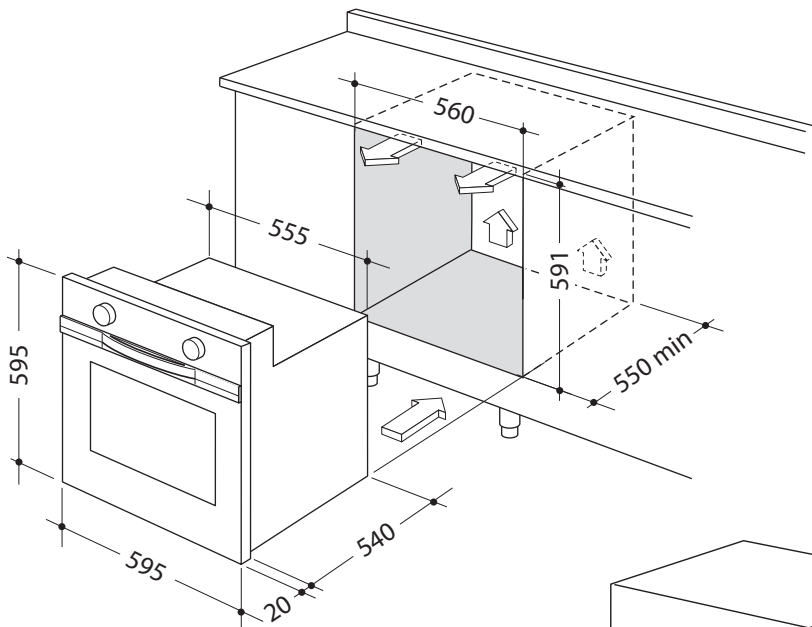

Fig. 5.1a
- Per l'installazione è necessario creare un vano come illustrato nelle figure 5.1a e 5.1b.